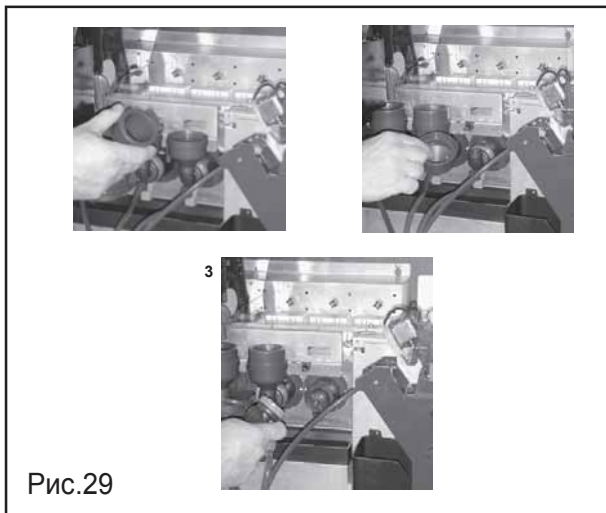

Рис.29
- вытащите все каналы подачи растворимых продуктов, воронки для воды, смесительные емкости, смесительные крыльчатки и силиконовые трубки и опустите их в подготовленный раствор (Рис. 29);